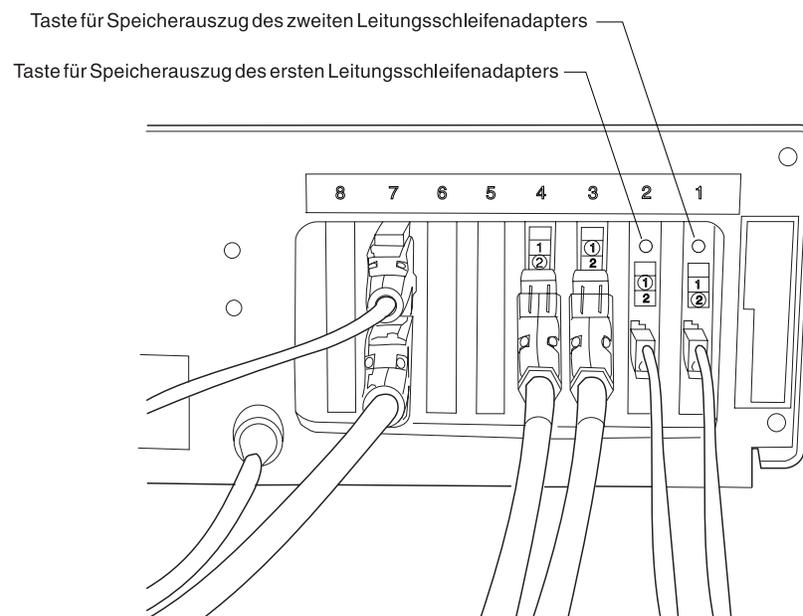

Abbildung 1. Position der Taste für Speicherauszug am Handelscomputer
- Eine der beiden Tasten für Speicherauszug (siehe Abb. 1 auf Seite 368) drücken. Beide Taste haben dieselbe Funktion.
Anmerkung: Abb. 1 auf Seite 368 zeigt die im IBM Personal System/2 (PS/2[®]) installierten Leitungsschleifenadapter. Die Leitungsschleifenadapter können in jedem beliebigen Erweiterungssteckplatz des Handelscomputers installiert werden. In der Abbildung sind sie in Steckplatz 1 und 2 installiert.